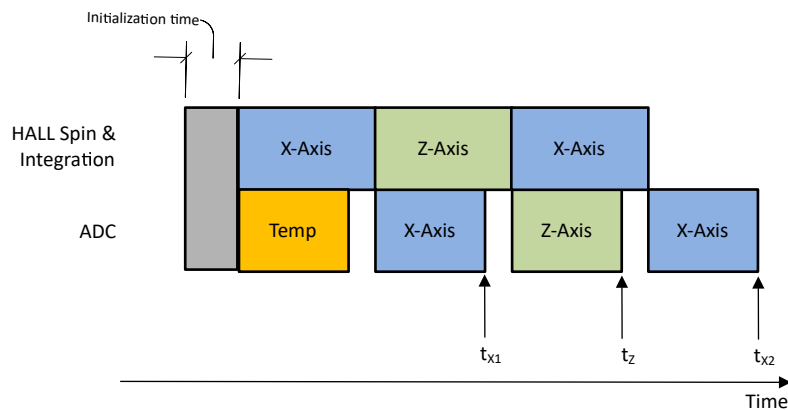

图 8-3. XZX 磁场转换
在绝对角度测量中，需要来自多个轴的应用传感器数据，才能计算出精确的角度。在不同时间通过同一信号链收集的磁场数据会在角度计算中引入误差。TMAG5170-Q1 提供伪同步采样数据收集模式来消除此误差。图 8-3 显示了一个示例，其中 MAG_CH_EN 设置为 1101b 来收集 XZX 数据。方程式 14 显示了 X 和 Z 传感器数据的时间戳相同。
- t_{x1} 、 t_z 、 t_{x2} 是 X、Z、X 传感器数据完成的时间戳，如图 8-3 中定义。